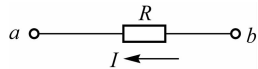

图 1-27 设计与计算题(1)图
(1) 电路如图 1-27 所示, 已知 $V_a > V_b$, 则电压的实际方向如何? 电流是大于零还是小于零?